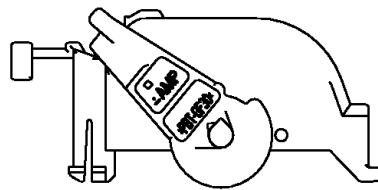

Fig.16
- 注意** レバー位置に注意して下さい。弊社出荷時のレバー位置にて、取付け作業をして下さい。レバーアセンブリの弊社出荷形態は Fig.16 を参照願います。
- (1) レバーがコネクタ本係止位置(弊社出荷形態)にある事を確認して下さい。(Fig.16 参照)
- (2) ロック係止用穴に精密ドライバーを挿入・押込む事によって、レバーアッセンブリの引出側ロック先端部の係止を解除し、引出側ロック部側面を内側に倒し込み、引出側の係止全てを解除し、取り外して下さい。